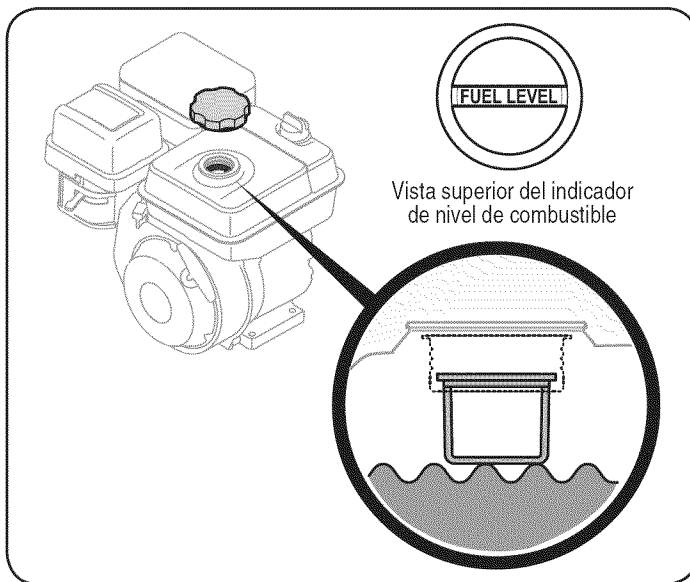

Figura 9
5. Llene el tanque hasta que el combustible alcance la marca indicadora "fuel full (combustible lleno)". Vea la Figura 9.